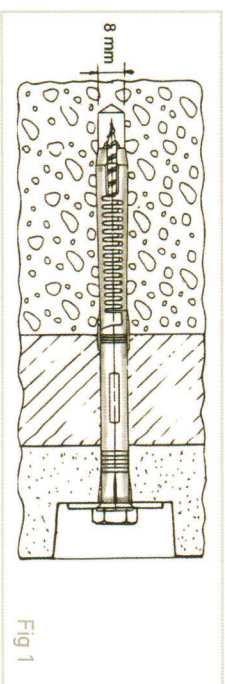

Fig 1
2. Drill hole accurately with 8mm dia. Masonry drill to required depth of fixing and screw allowing for thickness of unit and finishes. See Fig. 1
2. Taladre el orificio con precisión con un diámetro de 8mm. Broca de mampostería a la profundidad de fijación requerida y tornillo que permite el espesor de la unidad y los acabados. Ver la Fig. 1